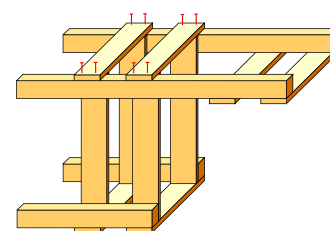

図 4 脚（長）とまく板の接合
4. 脚（長）に、③まく板を接着剤及び釘で接合する（図 4）。
5. ⑥座板を接着剤及び釘で接合する。